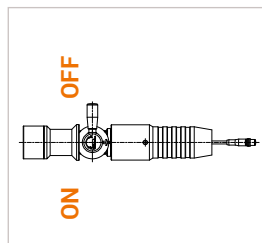

Figure 5
- ▶ Décrochez le nozzle de ravitaillement du distributeur. Le levier de commande (pos. 3) doit être en position OFF (Figure 5).